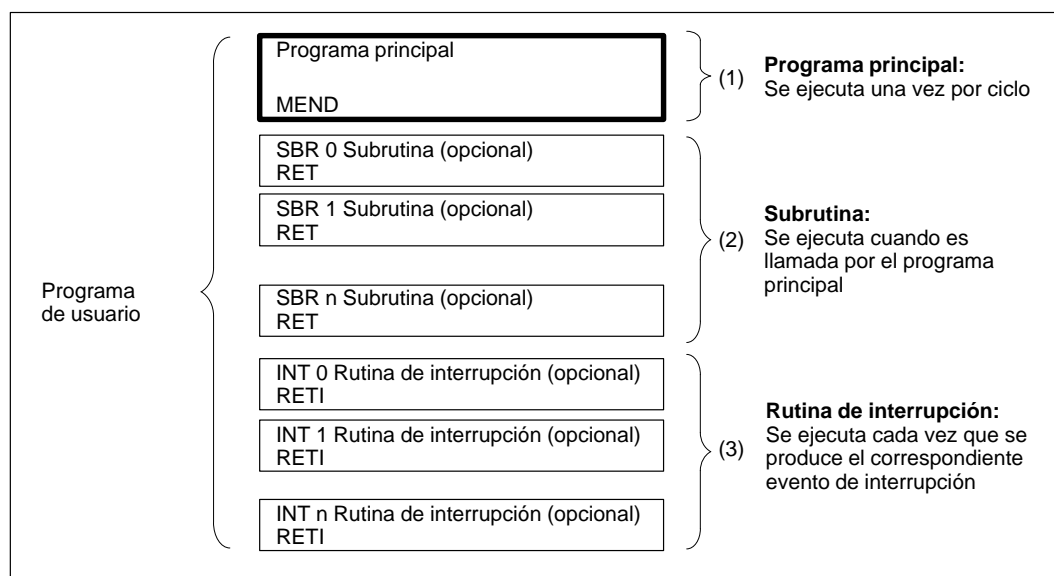

Figura 6-6 Estructura del programa de una CPU S7-200
Los programas para la CPU S7-200 comprenden tres partes básicas: el programa principal, las subrutinas (opcional) y las rutinas de interrupción (opcional). Como muestra la figura 6-6, un programa S7-200 se estructura mediante los siguientes elementos:
- **Programa principal:** En esta parte del programa se disponen las operaciones que controlan la aplicación. Las operaciones del programa principal se ejecutan de forma secuencial en cada ciclo de la CPU. Para terminar el programa principal, utilice en KOP una bobina absoluta Finalizar programa principal, o en AWL una operación Finalizar programa principal (MEND). Véase (1) en la figura 6-6.
- **Subrutinas:** Estos elementos opcionales del programa se ejecutan sólo cuando se llaman desde el programa principal. Se deben añadir siempre al final del programa principal (detrás de la bobina absoluta Finalizar programa principal en KOP o detrás de la operación MEND en AWL). Utilice siempre una operación Retorno absoluto (RET) para terminar cada subrutina. Véase (2) en la figura 6-6.
- **Rutinas de interrupción:** Estos elementos opcionales del programa se ejecutan cada vez que se presente el correspondiente evento de interrupción. Se deben añadir siempre al final del programa principal (detrás de la bobina absoluta Finalizar programa principal en KOP o detrás de la operación MEND en AWL). Utilice siempre una operación Retorno absoluto desde rutina de interrupción (RETI) para terminar cada rutina de interrupción. Véase (3) en la figura 6-6.